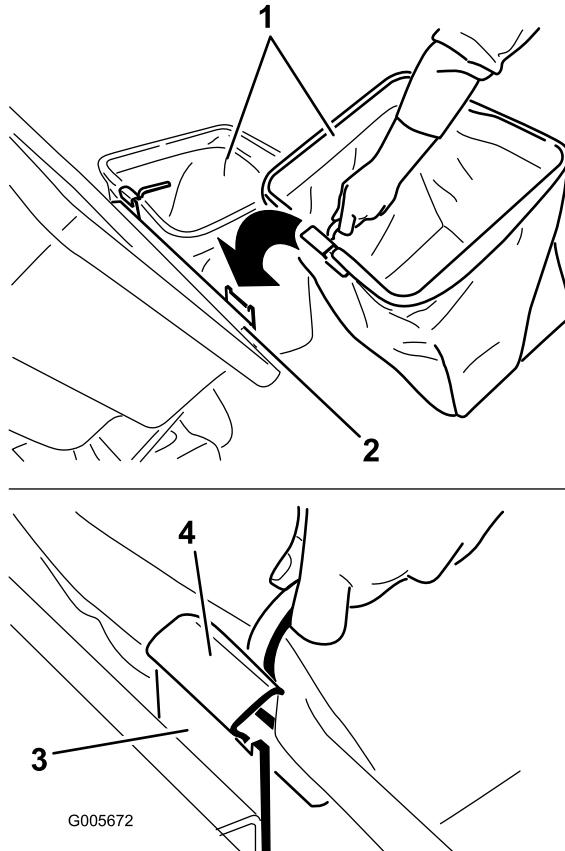

Figura 18
2. Alzate il coperchio del sistema di raccolta e inserite i cesti facendo scorrere i ganci del telaio dei cesti sulle staffe di ancoraggio (Figura 18).